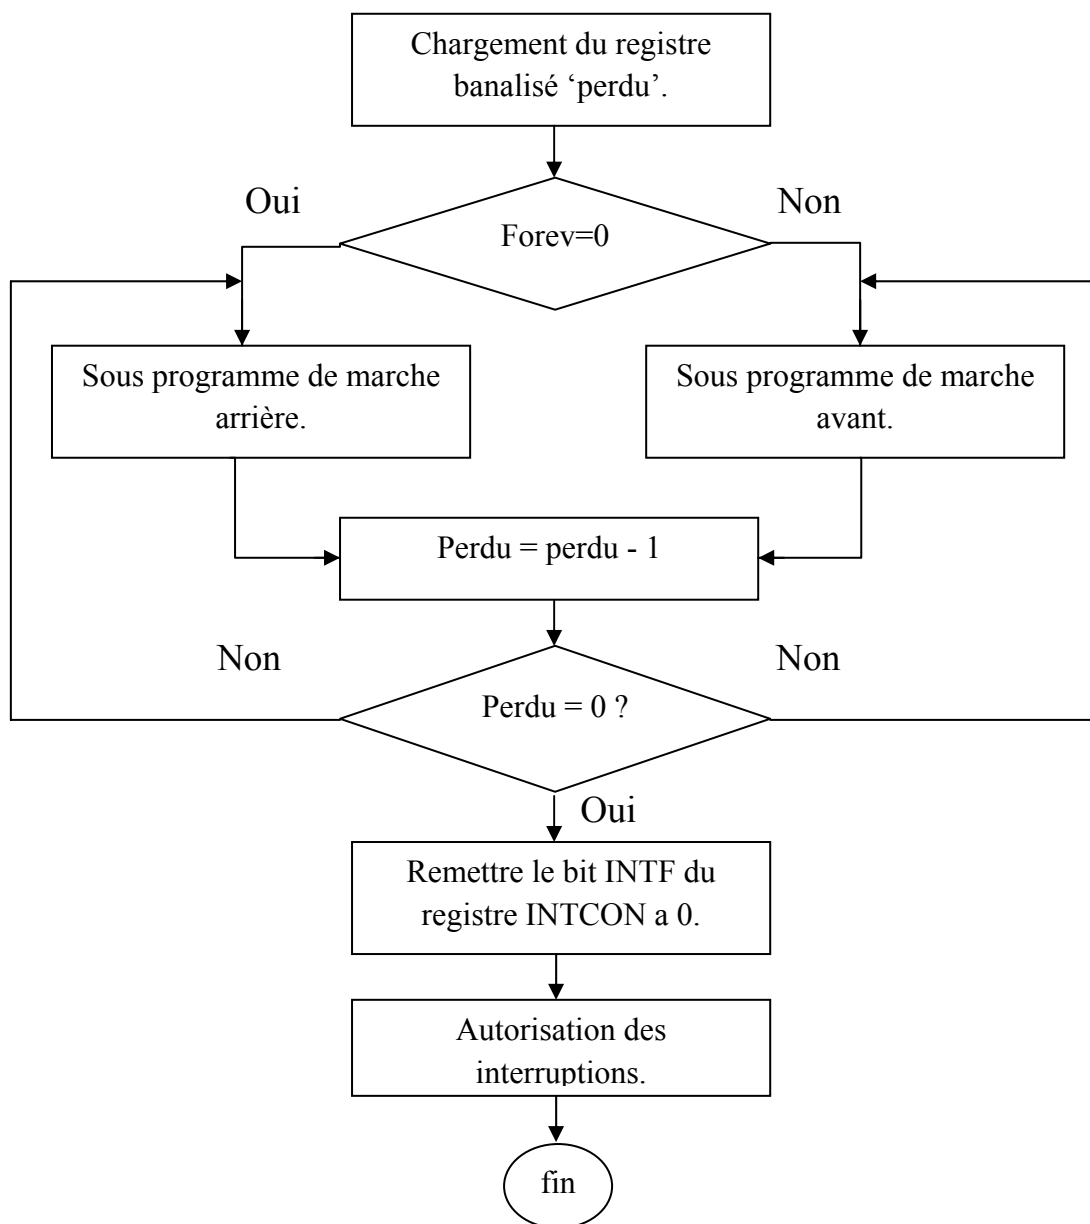

Fig.4.15 : l'organigramme du programme d'interruption.
- Soit en la fait varier durant le fonctionnement du moteur (c.-à-d. on accélère ou on décélère), pour cela on a mit un bouton de validation de ces vitesses qui fonctionne en mode d'interruption par la broche RB0, l'organigramme du programme d'interruption est représenté dans la figure (Fig.4.15).